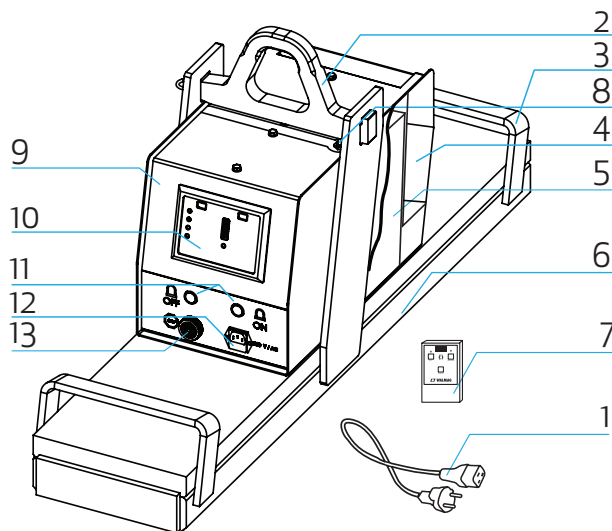

Figura 1 - Partes principales de imanes para carga
Conector de seguridad (pos. 8, Figura 1) se encuentra debajo del cáncamo y sirve para garantizar la seguridad del operador. El conector de seguridad bloquea la desconexión del imán tras el levantamiento del cáncamo.
La bocina de alarma acústica (pos. 13, Figura 1) se encuentra en la cubierta delantera a la izquierda debajo de los botones de mando y sus funciones son las siguientes: